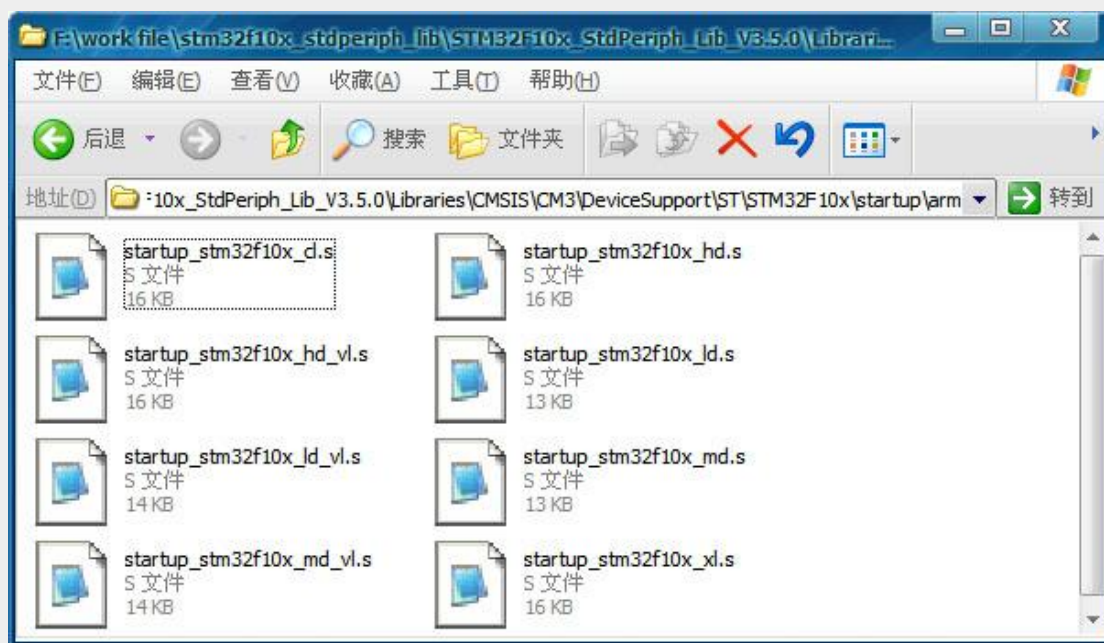

图 4-3
**Libraries\CMSIS\Core\CM3\startup\arm** 文件夹下是由汇编编写的系统启动文件，不同的文件对应不同的芯片型号，在使用时要注意。见图 4-3